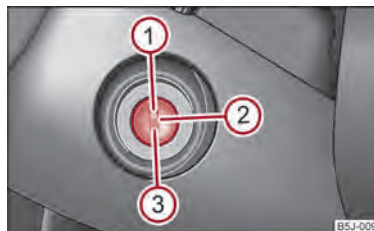

Fig. 78 Pozițiile cheii în contact
– Motorul se oprește prin rotirea cheii în contact în poziția  ⇒ fig. 78.